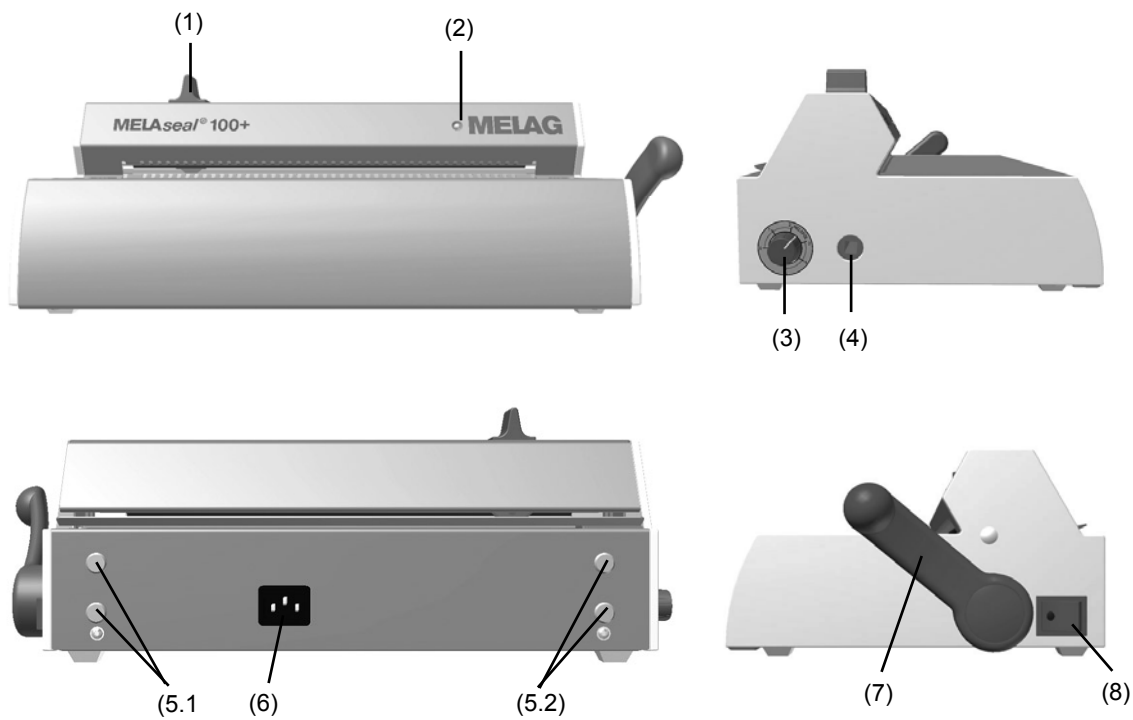

Fig. 1: Veduta dell'apparecchiatura
Assicurarsi che l'interruttore principale sia spento prima di effettuare il collegamento (vedere Fig. 1/ (8) a pag 6).
- Inserire la leva nel foro quadrato sul lato destro o sinistro della sigillatrice, come desiderato (Fig. 1/(4)).
La spia di controllo posta sulla parte superiore della sigillatrice (Fig. 1/(2)) si illuminerà di giallo dopo l'accensione.
- Per tagliare il rotolo, spostare velocemente la taglierina (Fig. 1/(1)) da un lato all'altro della sigillatrice, La leva dovrebbe rimanere premuta.
E' possibile regolare la temperatura di sigillatura mediante l'apposita manopola (Fig. 1/(3)) posta sul lato sinistro dell'apparecchiatura.